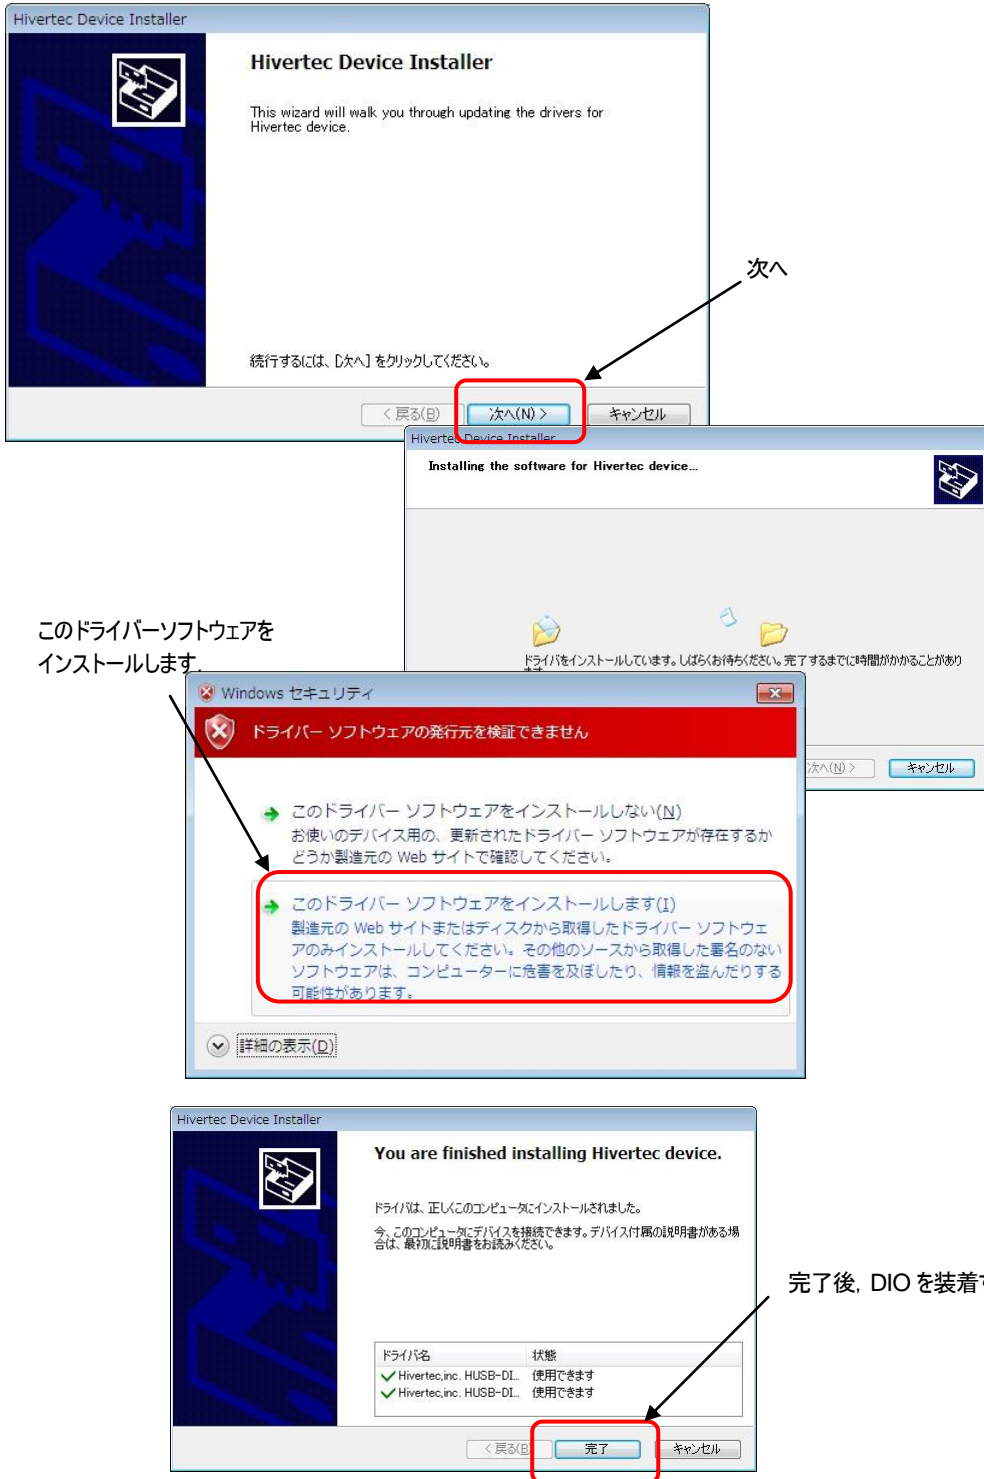

図 4.3-1 Win7,WinVista インストール手順
- ④ インストーラー完了後、DIO464 の電源切状態で USB コネクタをパソコンの USB コネクタに装着します。
- ⑤ DIO464 の電源を投入します。
- ⑥ デバイスのインストールが自動的に行われます。(図 4.3-1 を参照)